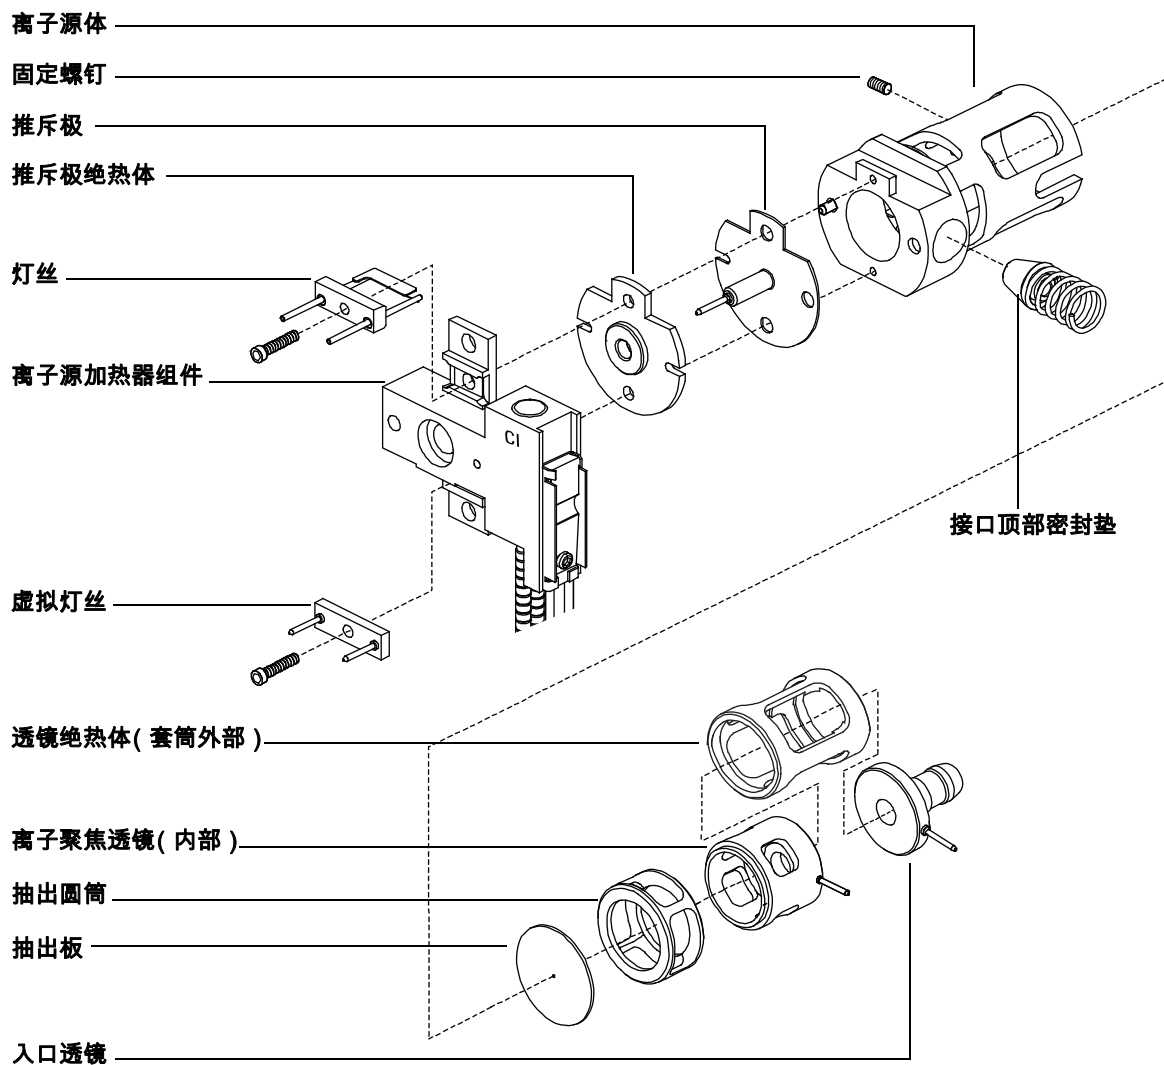

图 28 拆卸 CI 离子源
- 3 将离子源加热器组件与离子源体分离。离子源加热器组件包括离子源加热器、推斥极和相关部件。(请参见图 28。)
- 4 通过从推斥极卸下陶瓷绝热体来拆卸推斥极组件。(请参见图 28。)
- 6 将透镜拉出离子源体，并分离透镜绝热器、离子聚焦透镜、抽出圆筒、抽出透镜和入口透镜。(请参见图 28。)